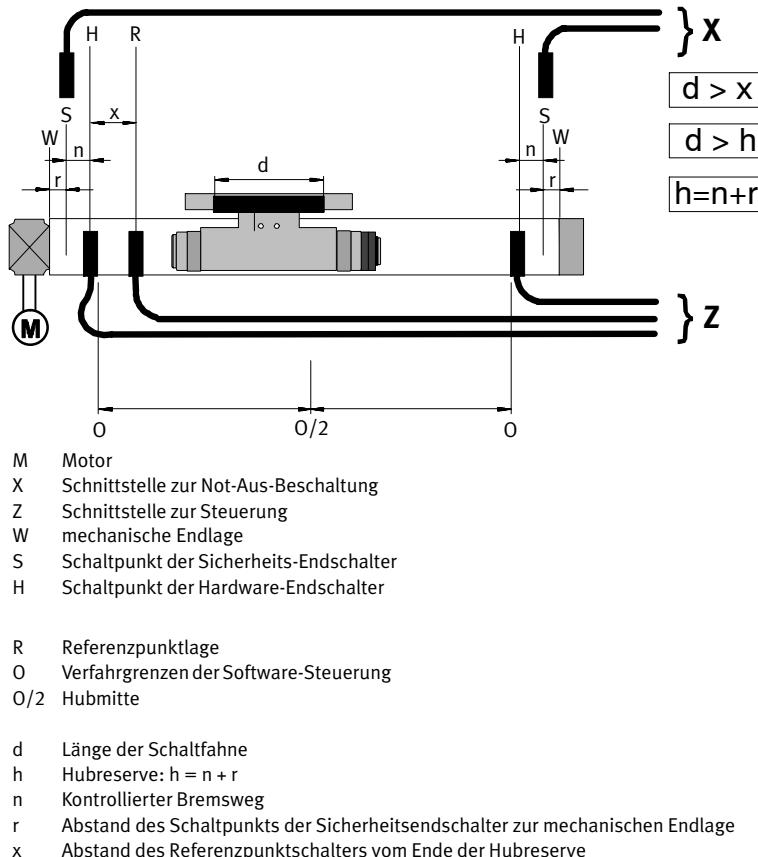

Bild 38: Schematische Verteilung der Näherungsschalter
- Verwenden Sie Schaltfahnen der Länge d (siehe Bild 38).
1. Platzieren Sie die **Sicherheits-Endschalter** an den mechanischen Endlagen (W) gemäß Bild 38.
1. Schieben Sie den Läufer zunächst in eine mechanische Endlage (W).
2. Positionieren Sie den Läufer dann um die Hubreserve h von der mechanischen Endlage entfernt (siehe auch Bild 38). Falls notwendig, lösen Sie die Kupplung kurzzeitig.
Es existiert ein Punkt, an dem sowohl der Referenzpunktsschalter als auch der motornahe Hardware-Endschalter gleichzeitig ansprechen ($x < d$, siehe Bild 38).